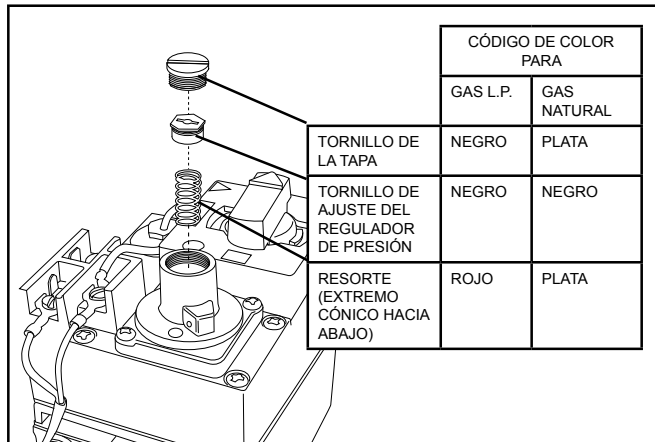

Figura 1
Retire y deseche la tapa de la válvula/el regulador de gas con un destornillador plano; para ello, gire la tapa de derecha a izquierda. Retire el tornillo de ajuste del regulador de la misma manera. Consulte la Figura 1. No deseche el tornillo después de retirarlo. Retire y deseche el resorte que se ubica debajo del tornillo de ajuste. Retire el juego de resorte del juego de conversión y compare el número de pieza del juego con la lista de piezas. Después de confirmar que el juego de resorte es el correcto para el modelo de calentador que está convirtiendo, coloque el nuevo resorte con el tornillo de ajuste y gírelo unas cinco (5) vueltas completas de izquierda a derecha. Coloque la etiqueta de conversión que se proporciona con el juego de resorte en la válvula, cerca de la tapa del tornillo de ajuste.